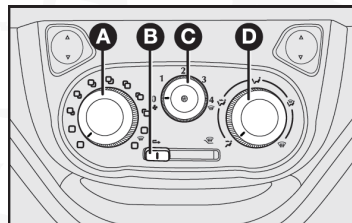

fig. 37
**CONTROLES - fig. 37**
- 5) Palanca para la recirculación del aire B-fig. 37: en posición , equivalente a la entrada de aire desde el exterior.